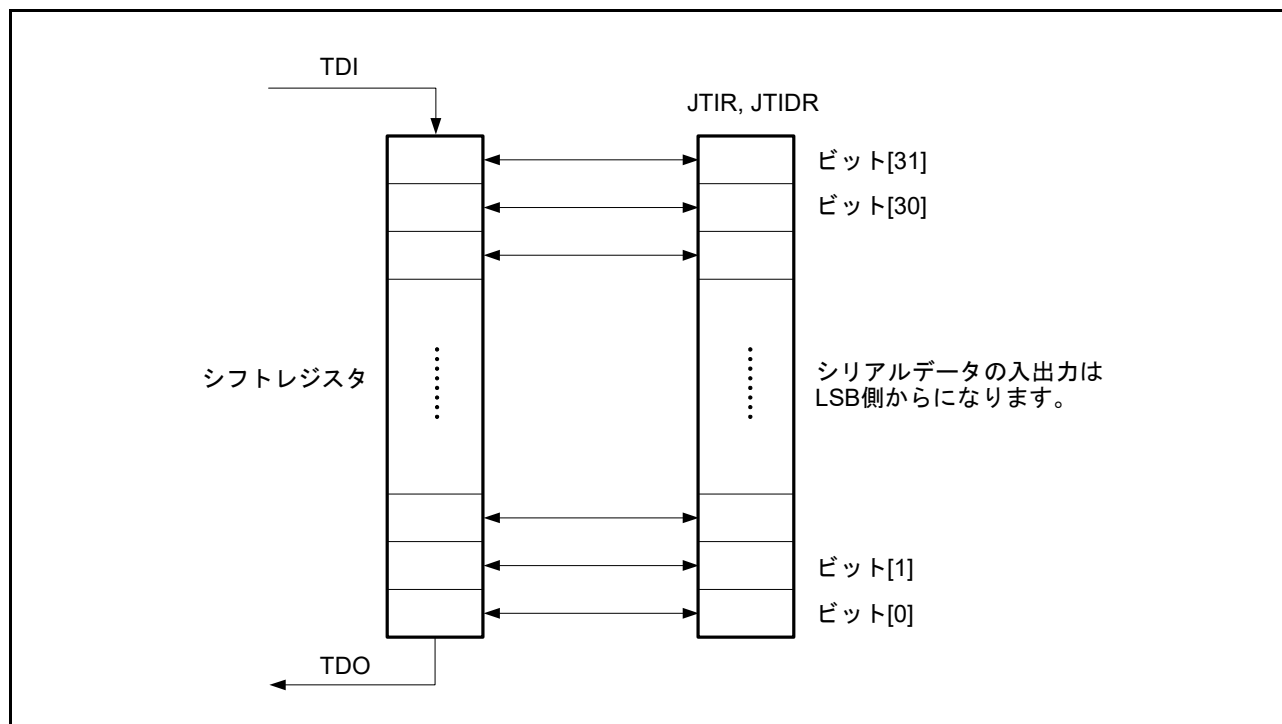

図 33.3 シリアルデータ入出力
- 図 33.3 で示すとおりシリアルデータは LSB 側から入出力する